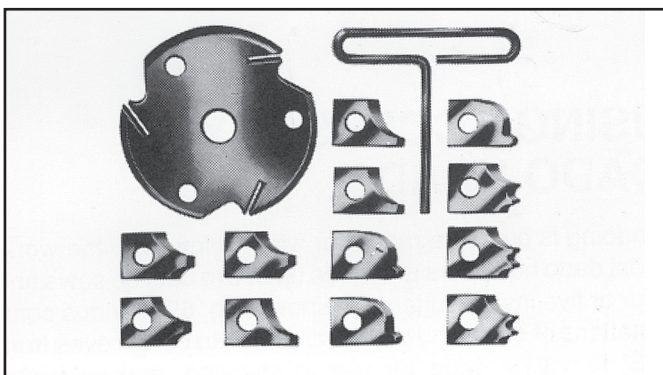

FIG. 71
La fraise à mouler comprend une fraise à mouler sur laquelle s'assemblent diverses formes de couteaux en acier (fig. 71). Chacun des trois couteaux d'un ensemble s'insère dans une fente de la fraise et se fixe solidement à l'aide d'une vis. Retirer la sciure qui pourrait s'accumuler dans les rainures du couteau et empêcher celui-ci de bien s'asseoir.
3. Installer la planche de repère au-dessus de la fraise avec celle-ci sous le niveau de la table. Démarrer la scie et lever la fraise. Elle effectuera sa propre rainure dans la planche de repère. La fig. 71 montre une opération courante de coupe à la fraise.